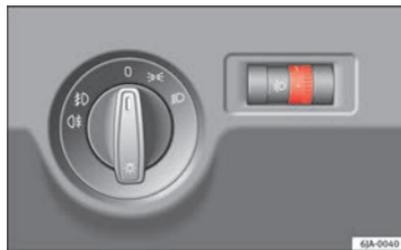

Fig. 56 Painel de instrumentos: regulação do alcance dos faróis
- Rode com o comando ⇒ Fig. 56, até alcançar a regulação desejada das luzes. ▶